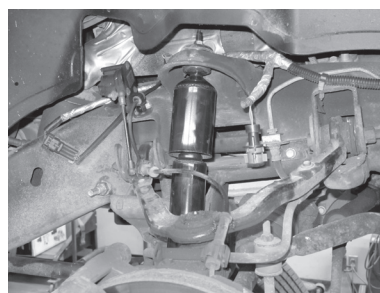

FIG. 2
5. (FIG. 2) Le nouvel ensemble d'amortisseur peut maintenant être installé. Serrer les composantes de tige supérieures jusqu'à ce que le coussin soit légèrement bombé (approximativement 3/4 de la hauteur originale). Installer le boulon de montage inférieur à travers l'œillet de suspension, en réutilisant le boulon original ou en obtenant un boulon de remplacement neuf (non fourni). Serrer le boulon à un couple de 42 pi.lb (57 N.m.).